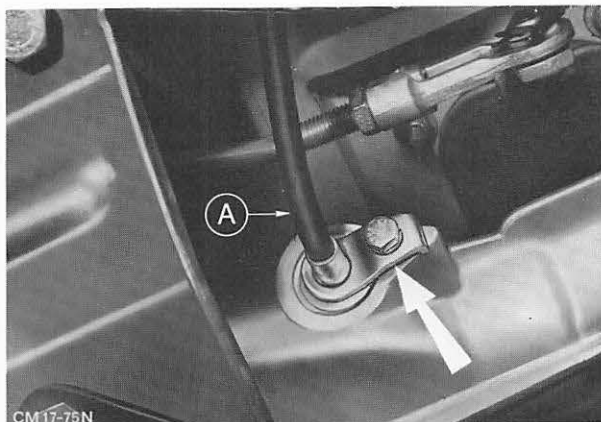

Abb. 24 Befestigung – Tachowelle
9. Tachowelle von der Getriebeverlängerung abbauen. Abb. 24.